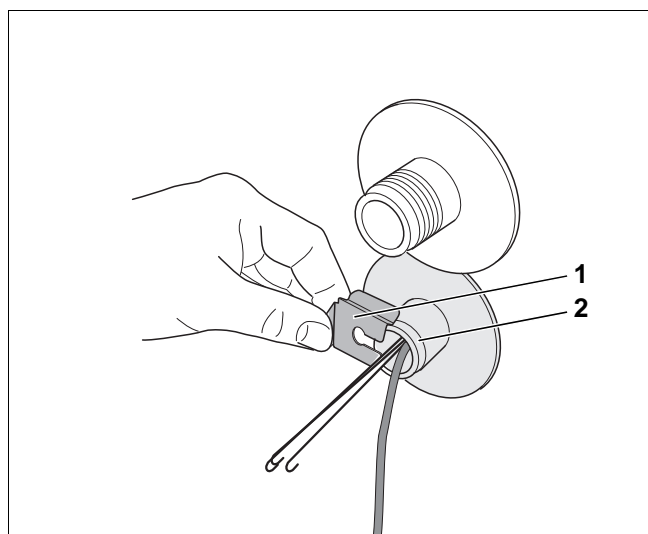

Рис. 9 Установка фиксатора датчика
- Наденьте сбоку фиксатор (рис. 9, [1]) на гильзу (рис. 9, [2]).